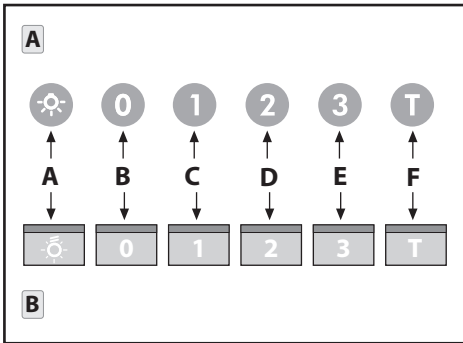

Fig.11
• **Betjenings-senhed lysende (Fig.11.A.B.)** er følgende tegn-forklaring gældende: